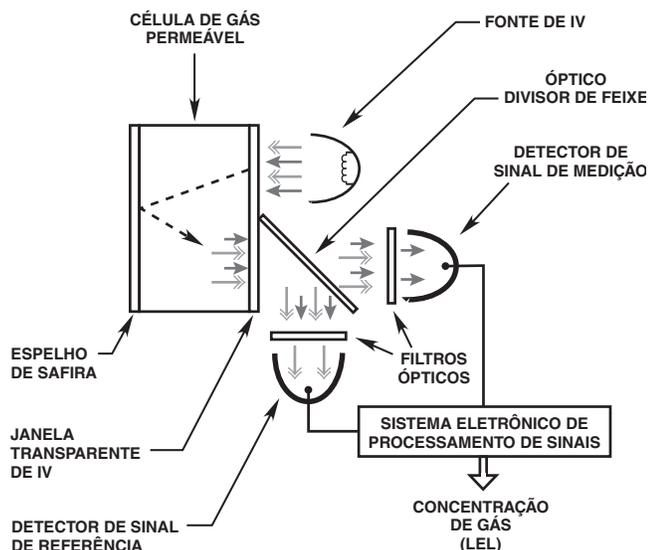

Figura 1 — Esquema de Medição para Detector de Gás por Infravermelho
Os gases hidrocarbonetos inflamáveis difundem-se por meio do conjunto do defletor de temperatura até a câmara de medição interna, que é iluminada por uma fonte de radiação infravermelha (IV). Quando a radiação IV passa pelo gás dentro da câmara, algumas extensões de onda IV são absorvidas pelo gás, e outras não. A quantidade de absorção de IV é determinada pela concentração do gás hidrocarboneto. Um par de detectores ópticos e eletrônicos associados mede a absorção. A mudança na intensidade da luz absorvida (sinal ativo) é medida em relação à intensidade da luz em um comprimento de onda não-absorvido (sinal de referência). Ver Figura 1. O microprocessador calcula a concentração de gás e converte o valor em uma saída de corrente de 4 a 20 miliampères ou um sinal variável de processamento digital, que é então comunicado ao controle externo e aos sistemas de aviso.